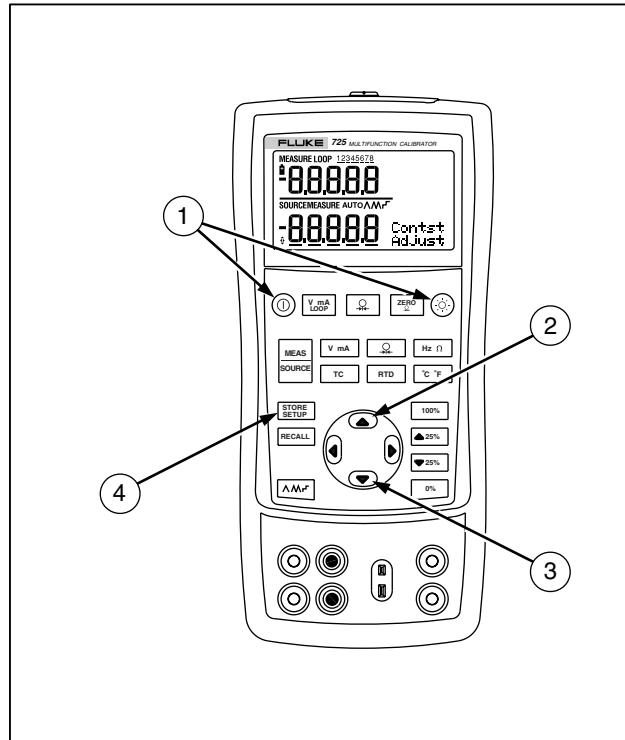

图 6. 调整对比度
1. 按 **⑧** 键及 **①** 键，直到显示“对比度调整”，如图 6 所示。
2. 按住 **②** 键来调暗对比度。
3. 按住 **③** 键来调亮对比度。